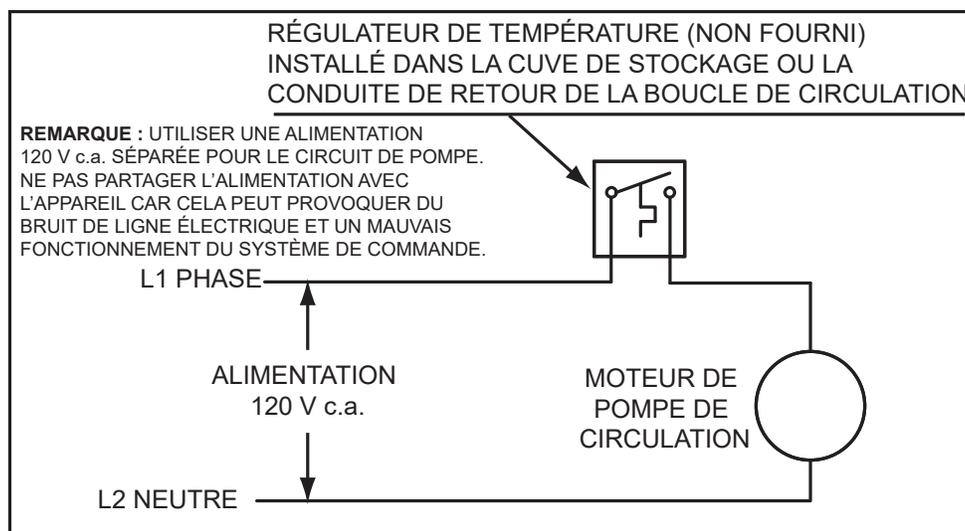

Figure 83. Boucle de recirculation avec cuve de stockage ou recirculation du bâtiment
6. Si une pompe est installée entre un chauffe-eau et une cuve de stockage ou sur un circuit de recirculation du bâtiment comme à la *Figure 83* (page 101).